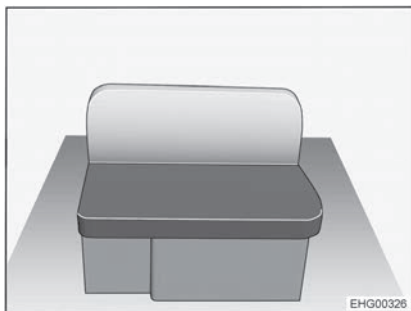

Fig. 38 Banco longitudinal a la derecha
- Quitar el cojín del asiento y el cojín del respaldo del banco longitudinal (Fig. 38).